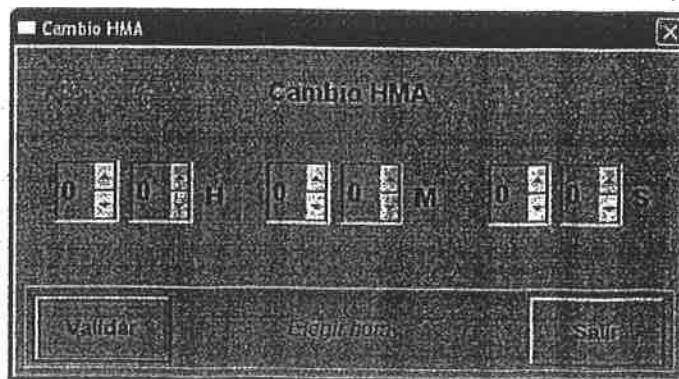

Fig. 19. Ventana "HMA "
• Elegir la hora HMA deseada con las flechas (Ver Fig 19).